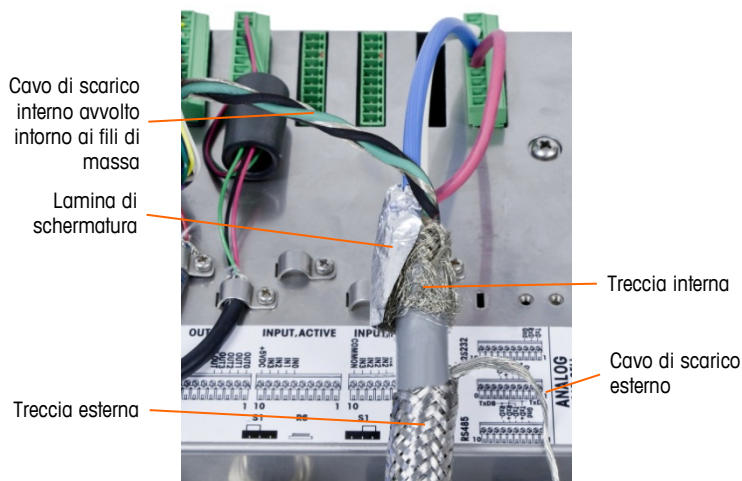

Figura 2-67: POWERCELL PDX Cavo generale, contenitore con montaggio a pannello
- a. Arretrare la treccia esterna e piegare la treccia interna tagliata e la lamina di schermatura in modo uniforme sul bordo della guaina isolante del cavo, come in Figura 2-67.